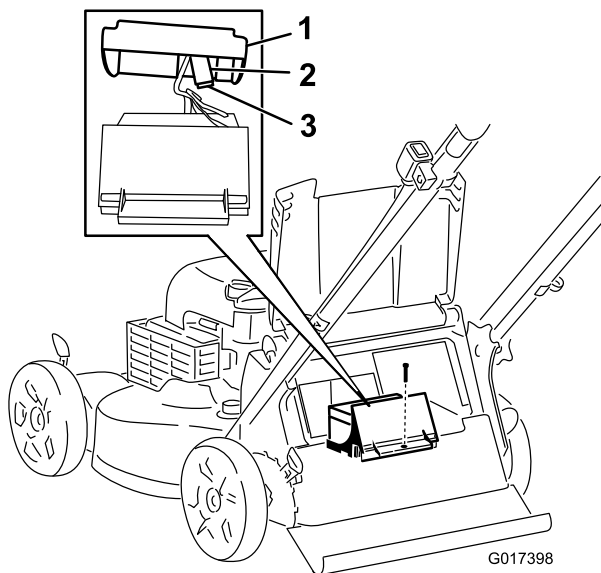

Bild 26
3. Entfernen Sie die Schraube, mit der das Batteriefach befestigt ist, ziehen Sie die Batterie heraus und finden Sie die Sicherung (Bild 26).
4. Wechseln Sie die Sicherung im Sicherungshalter aus (Bild 26).